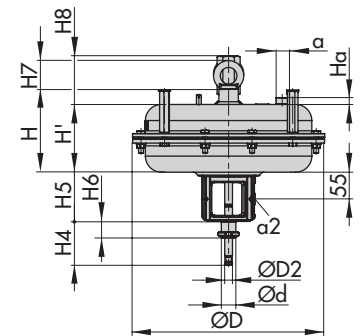

Fig. 23 : Type 3277 avec limitation de course
1) Limitation de course bidirectionnelle voir Fig. 23